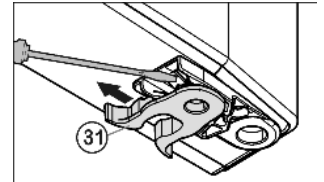

Fig. 11
- ▶ Jousilukitsimen *Fig. 11 (31)* vaihto: Paina lukitusnokka alas, vedä jousilukitsin sen yli pois.